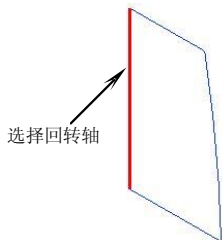

图5-13
5. 选择前两步绘制的草图轮廓，在【成形特征】工具条中单击【回转】按钮，弹出【回转】对话框。在【结束】输入框中输入“360”，单击 **MB2**，然后选择图 5-13 所示的回转轴，最后单击 **确定** 按钮创建特征，结果如图 5-14 所示。